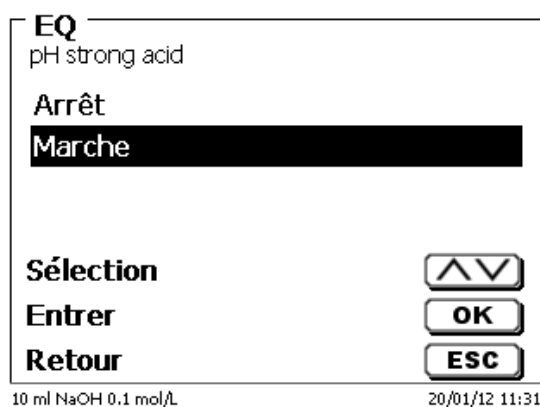

Fig. 155
Dans le cas du titrage linéaire ou dynamique, la reconnaissance automatique du point d'équivalence (EQ) peut être activée et désactivée (Fig. 155).